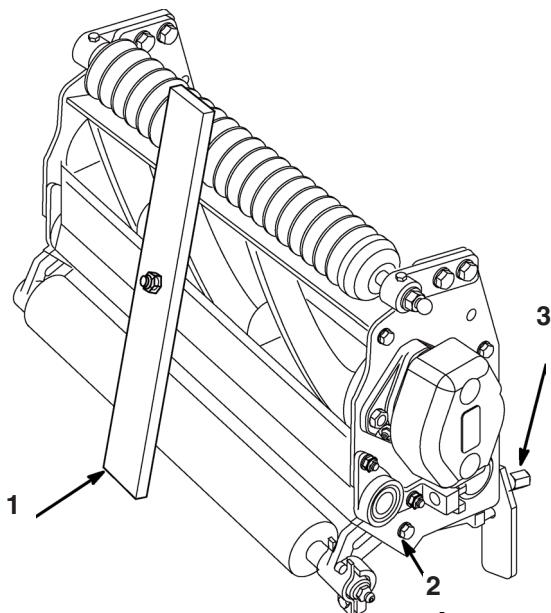

Figure 5
2. Retournez le plateau de coupe (90°) et posez-le en appui sur le rouleau arrière et les pattes arrière supérieures. Desserrez les contre-écrous des boulons de retenue des supports du rouleau arrière (Fig. 5).
3. Sur le calibre (RØf. 13-8199), réglez la tête de la vis à la hauteur de coupe voulue (Fig. 5). La hauteur de coupe correspond à la distance entre le calibre et la base de la tête de la vis.